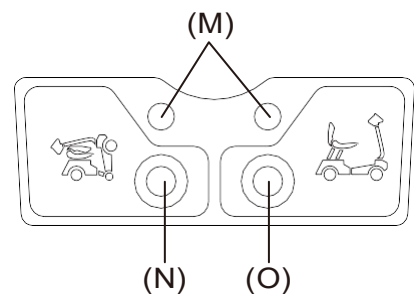
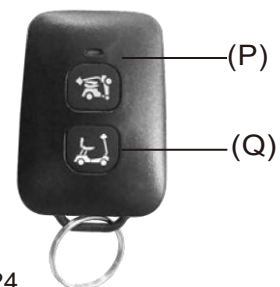

Figura 23
Figura 24
- Cuando la scooter esté apagado y en espera de ser plegado / desplegado, el indicador luminoso (M) de plegado / desplegado de la scooter será de color naranja. (Figura 23)
- Botones en la scooter (Figura 23)
- Pulsar una vez el botón de plegado (N) para el plegado automático; antes del plegado comprobar que la scooter está totalmente extendido.
- Pulsar una vez el botón de desplegado (O) para el desplegado automático; antes del plegado comprobar que la scooter está totalmente plegado.
- Pulsar (N) / (O) de nuevo si se interrumpe el proceso de plegado / desplegado.
- Botones del mando a distancia (Figura 24)
- Pulsar una vez el botón de plegado (P) para el plegado automático; antes del plegado comprobar que la scooter está totalmente extendido.
- Pulsar el botón de desplegado (O) para el desplegado automático; antes del plegado comprobar que la scooter está totalmente plegado.
- Pulsar (P) / (Q) de nuevo para plegar / desplegar si el proceso de plegado / desplegado se ha interrumpido.